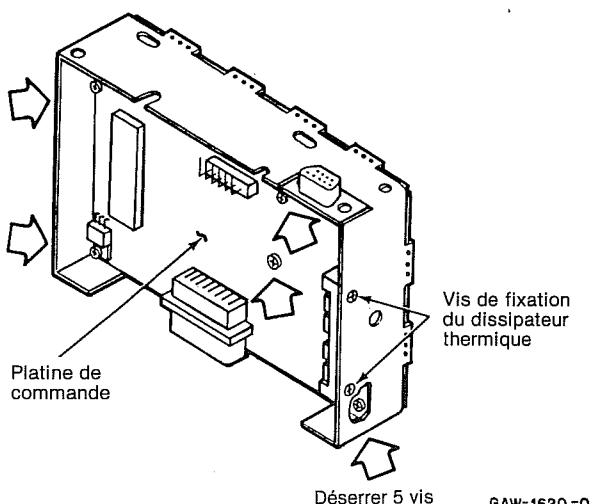

Figure 14
(2) Une fois que la platine HF est sortie, retournez l'appareil et déserrez toutes les vis de fixation de la platine de commande (voir figure 14).
(3) Déserrez les deux vis de montage du dissipateur thermique du côté du châssis (voir figure 14). Vous pouvez maintenant sortir la platine de commande en la soulevant.